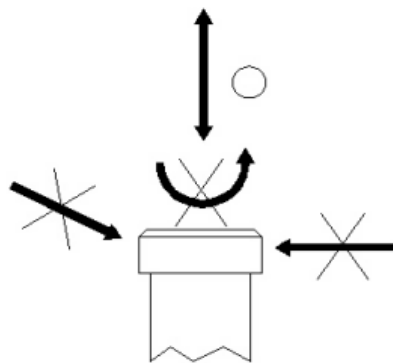

Рисунок 3
2. Обертати Датчик заборонено. Деякі певні кути між Датчиком та об'єктом вимірювання заборонені (дивіться рисунок 3).